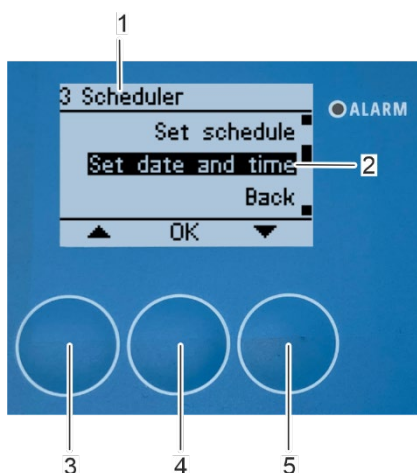

Abbildung 156: Öffnen Untermenü "Datum und Uhrzeit einstellen"
8. Wählen Sie im Untermenü "3 Zeitplaner" (Abbildung 156/1) mit den Pfeiltasten [nach oben] (Abbildung 156/3) und [nach unten] (Abbildung 156/5) das Untermenü "Datum und Uhrzeit einstellen" (Abbildung 156/2).
9. Bestätigen Sie die Auswahl mit [OK] (Abbildung 156/4).